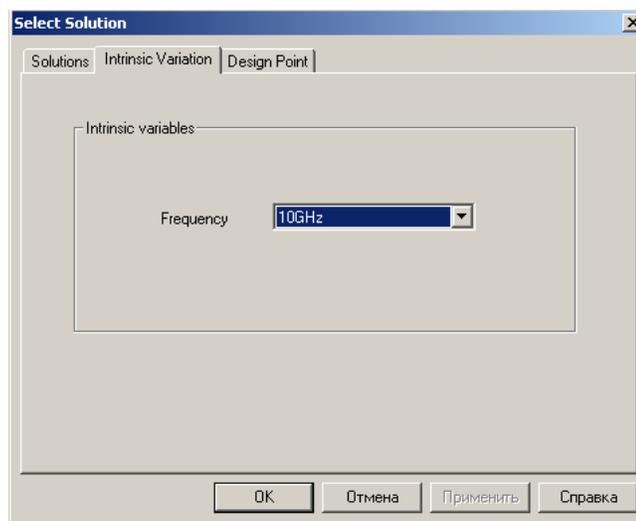

Рис. 9.11. Выбор значения внутренней переменной - частоты
3. В закладке **Intrinsic Variables**, выберите частоту, на которой вычисляются параметры ближнего поля (рис. 9.11). Появляется окно **Max Field Data** (рис. 9.12), перечисляя информацию о ближнем поле.